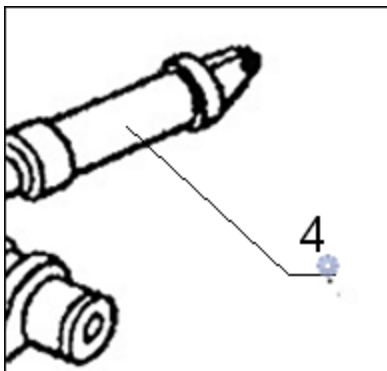

Рис. 5.165
- б. Выделите строку с созданной применяемостью и нажмите на кнопку **Выбрать применяемость**. После этого произойдет возврат в редактор иллюстраций. Выноска помечена значком применяемости  (Рис. 5.165).